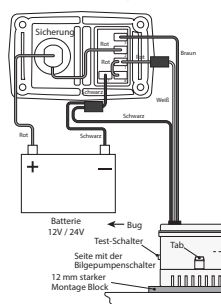

Abb. 1
- Montieren Sie die Pumpe im tiefsten Teil der Bilge auf eine flache, ebene Fläche, mit dem Auslass zum Heck. Vergewissern Sie sich, dass der Rumpf an dieser Stelle mindestens 12 mm dick ist. Falls das nicht der Fall ist, legen Sie einen 12 mm starken Block aus Sperrholz (etwas größer als die Pumpenbasis) unter die Pumpe. Stellen Sie sicher, dass die Pumpe zum Reinigen in dieser Position entfernt werden kann. Kleben Sie das Sperrholz mit einem wasserfesten Klebstoff (z. B. Epoxy oder Glasfaserharz) auf den Rumpf. Siehe Abbildung 1.
- Stellen Sie sicher, dass die Auslasstülle waagrecht ist. Wenn die Auslasstülle nach oben oder unten zeigt, kann sich eine Luftblase in der Pumpe bilden (siehe Abbildung 1.) **Die Höhe des Bilgepumpenschalters, an dem dieser die Pumpe einschaltet, muss sich auf der gleichen Höhe (oder darüber) befinden, an der die Pumpe noch in der Lage ist Wasser anzusaugen.** Damit ist immer gewährleistet, dass die Pumpe Wasser fördern kann, solange der Motor läuft. **VORSICHT! Lassen Sie die Pumpe niemals trocken laufen!**
- Schließen Sie die Kabel der Pumpe, wie in Abbildung 1 gezeigt, an
- Installieren Sie einen Dreiwegeschalter, der den automatischen oder manuellen Betrieb zulässt. Schließen Sie den Schalter an den Plus-Batteriepole (+) an, das weiße (+) Kabel von der Pumpe für den automatischen Betrieb an den Schalter an, das braune (+) Kabel von der Pumpe zum manuellen Betrieb an den Schalter an und das schwarze (-) Kabel von der Pumpe an den Minuspol der Batterie an. Abbildung 1 zeigt das Verdrahtungsschema für das Bilgepumpen-Bedienfeld von albinus, Art. Nr. 01-66-027